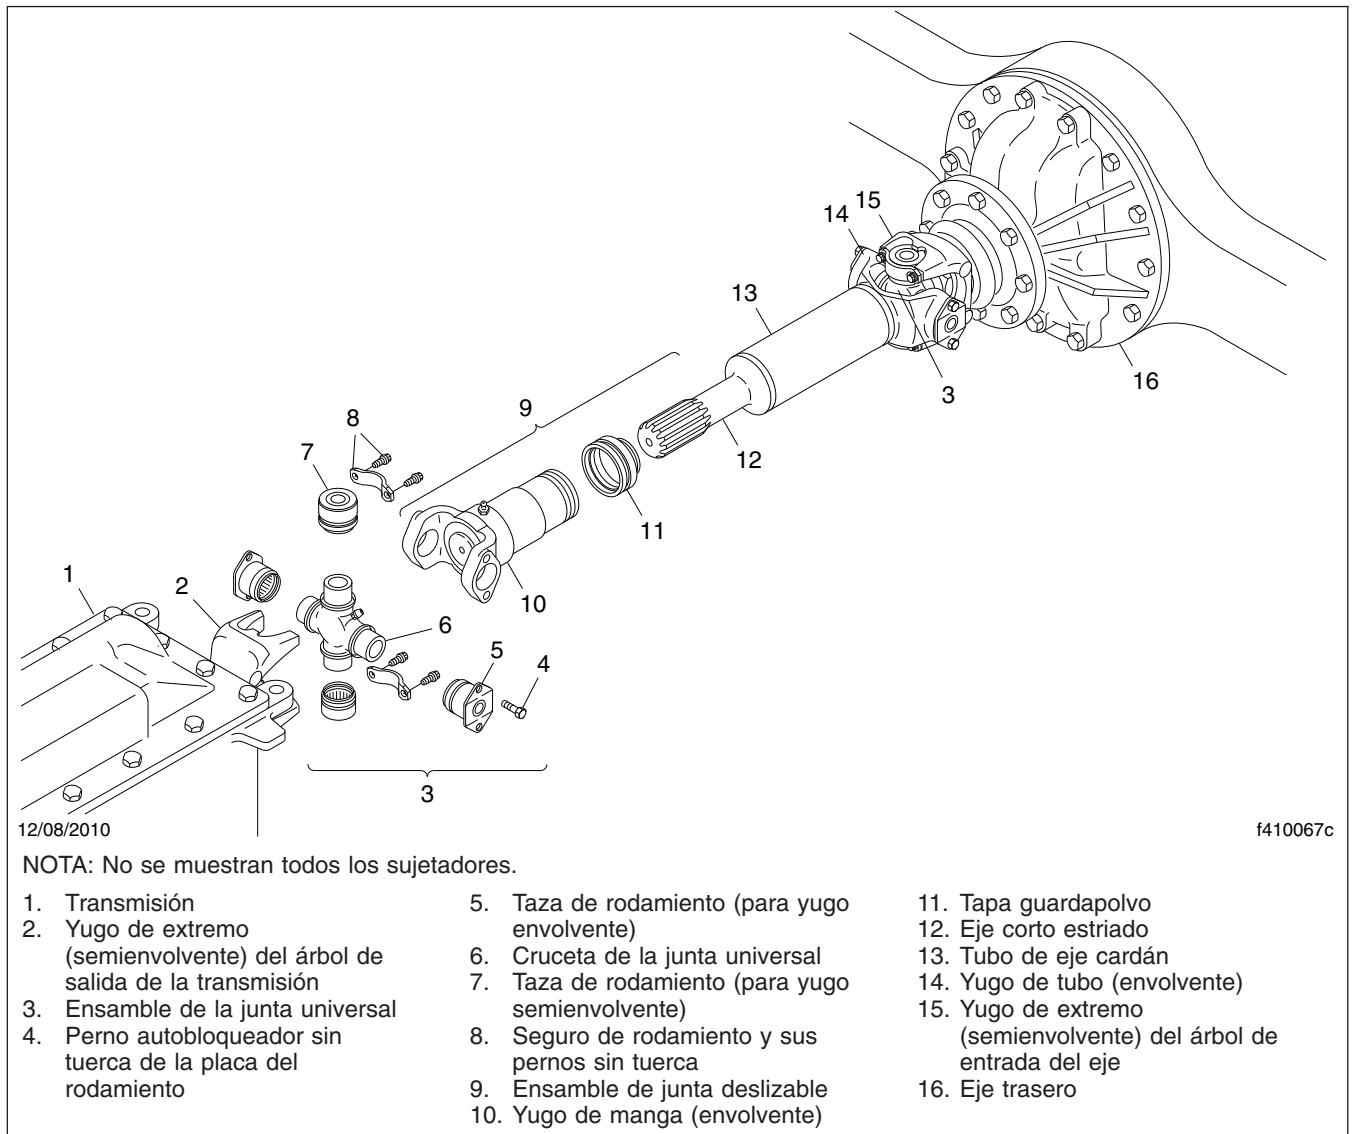

Figura 2, Componentes de una línea motriz básica
3. Revise los yugos de la línea motriz para ver si presentan grietas, y los yugos de extremo para determinar si tienen holgura: vea la Figura 2.